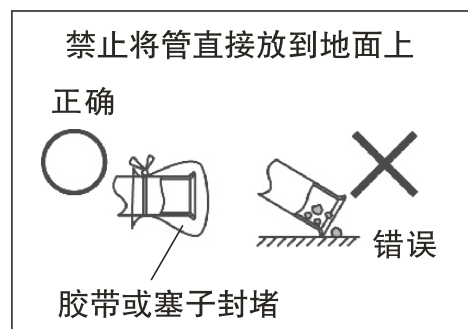

图19
- 在管端部设封帽或用乙烯带扎紧，不要直接放在地上。(图19)